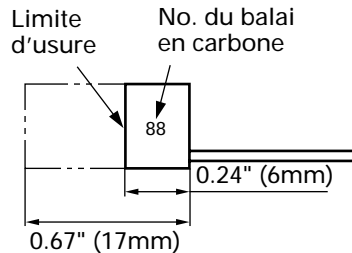

Fig. 6
4. Inspection des balais en carbone (Fig. 6)
**REMARQUE:** Utiliser le balai en carbone HITACHI No. 88 indiqué sur la figure 6.